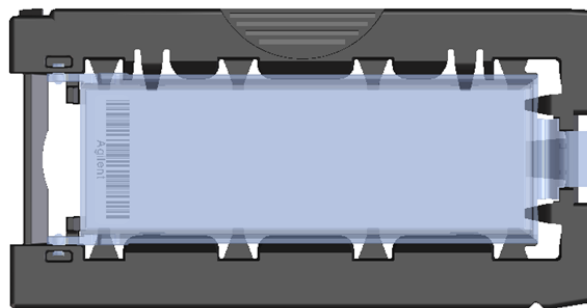

Figure 41 Porte-diapositive – fermé, avec une diapositive
- g** Fermez le couvercle en plastique, en poussant sur la languette jusqu'à entendre un «clic». Voir la section Figure 41.